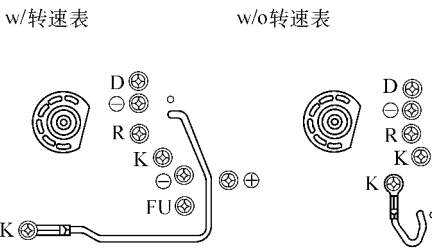

图 18-110 转动车速表轴，检查端子 D
2) 将车速表指针拨到 124km/h 的标记处，并固定之。然后一直转动车速表轴，检查端子 D 和⊖如图 18-110 所示。其之间的导通是否反复地变动。